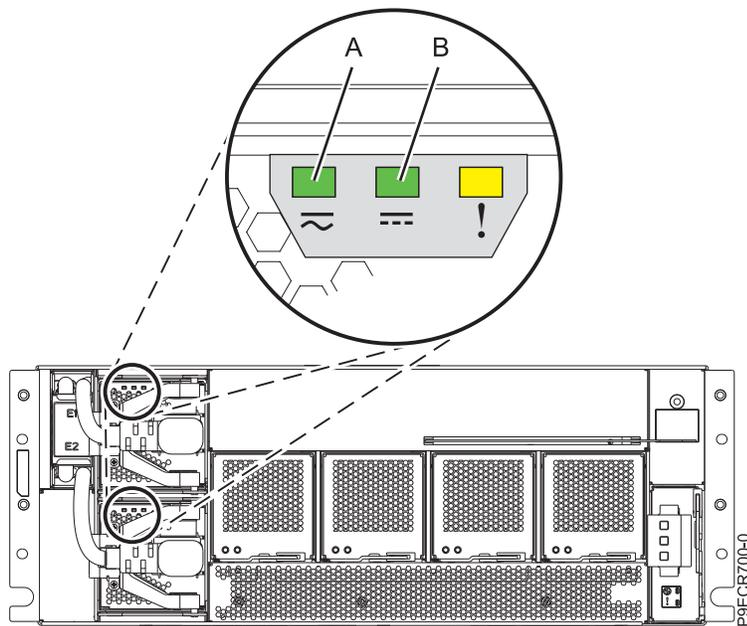

Figura 3. LED de fuentes de alimentación en el cajón de expansión PCIe3 EMX0
- El LED de entrada de color verde (LED de la izquierda) y el LED de salida (LED central) están encendidos y fijos. Consulte (A) y (B) en la Figura 3.